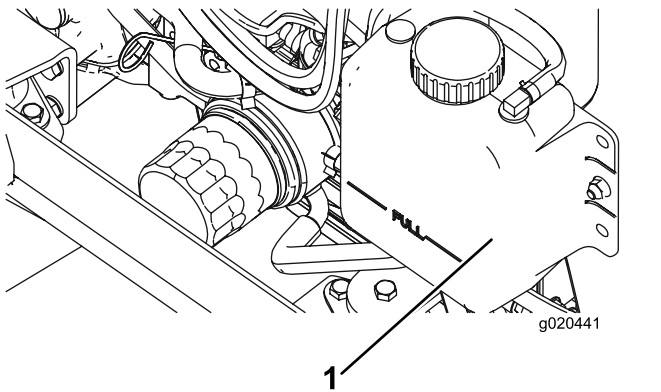

Bild 71
1. Nehmen Sie den Kühlerdeckel und den Deckel des Ausdehnungsgefäßes vorsichtig ab (Bild 71).